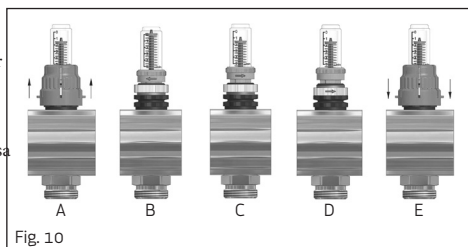

Fig. 10
- a. Indepartati capacul portocaliu ca in Fig. 10-A.
- b. Setati debitmetrul in pozitia inchis rotind inelul superior in directia sagetii Fig. 10-B. In aceasta pozitie se va indica un debit nul.
- c. Deschideti debitmetrul prin rotirea inelului in directia opusa (Fig. 10-C) si verificati prin indicatorul de debit daca valoarea debitului este cea dorita.
- d. Insurubati in directia indicata de sageata in Fig. 10-D, pana cand se opreste.
- e. Puneti la loc capacul portocaliu (Fig. 10-E).